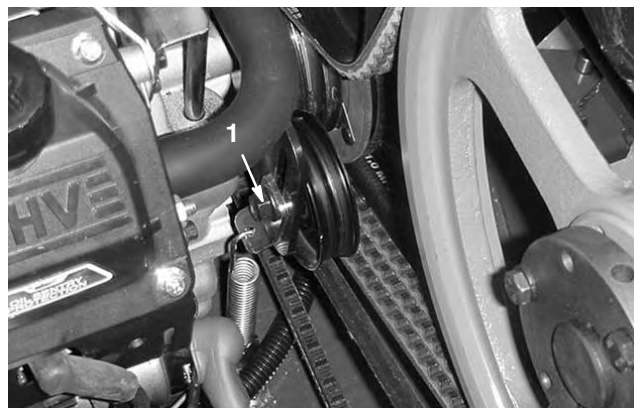

Figure 58
3. Desserrez le boulon de la poulie de tension de la courroie juste assez pour lui permettre de bouger dans la fente de réglage (Fig. 58).